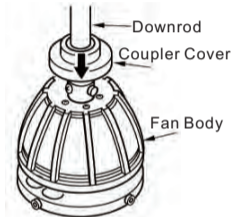

Fig.11
Paso 3: Introduzca la varilla en el hueco del motor, fije los tornillos del set y el pin de la abrazadera. (Fig.10y Fig.11)